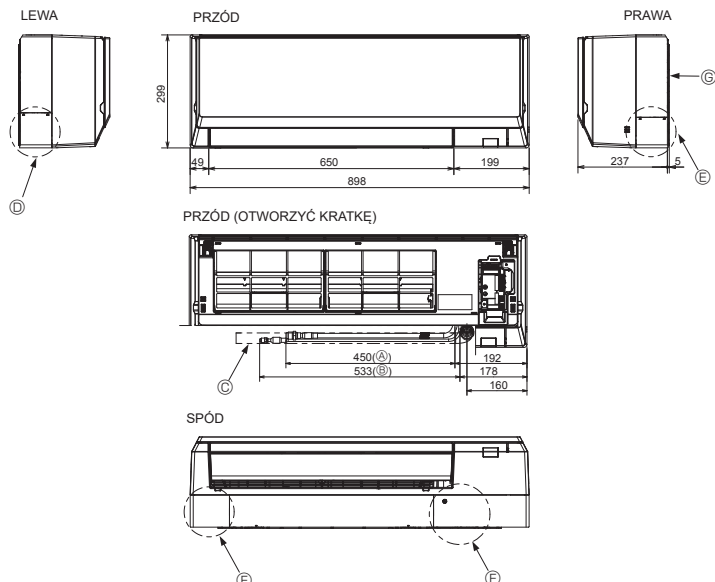

Fig. 4-3
4.3. Rozmieszczenie przewodów rurowych czynnika chłodniczego i odpływu (Fig. 4-3)